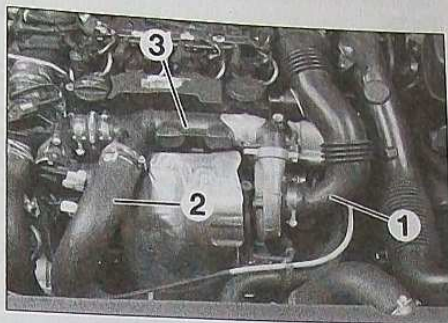

FIG.32
- le conduit d'air du boîtier de filtre à air et du couvercle culasse au turbocompresseur (1) (Fig.32).
- le conduit d'air (2).
- le boîtier d'absorption de résonance du turbocompresseur (3).